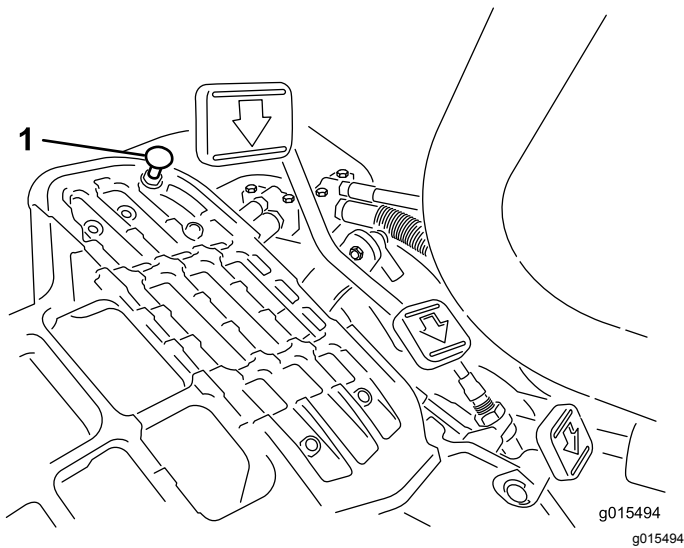

图36
要获得最大行驶速度请将功能控制杆放在行驶位置并踩下驱动踏板。如果在拉线感到张紧力之前踏板接触到限位器图36请执行以下调节程序
1. 将功能控制杆放在行驶位置松开将踏板限位器固定至底板上的锁紧螺母图36。